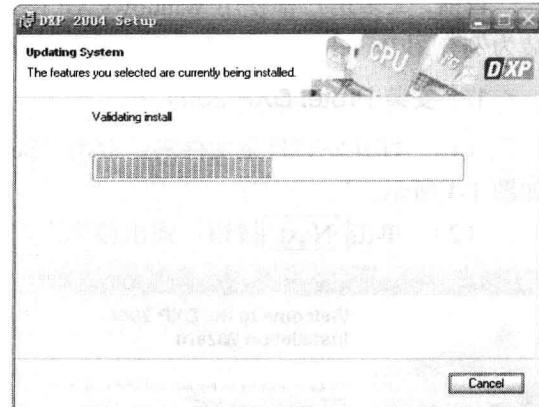

图 1-6 安装软件
(7) 单击 **Next** 按钮，安装软件，如图 1-6 所示。